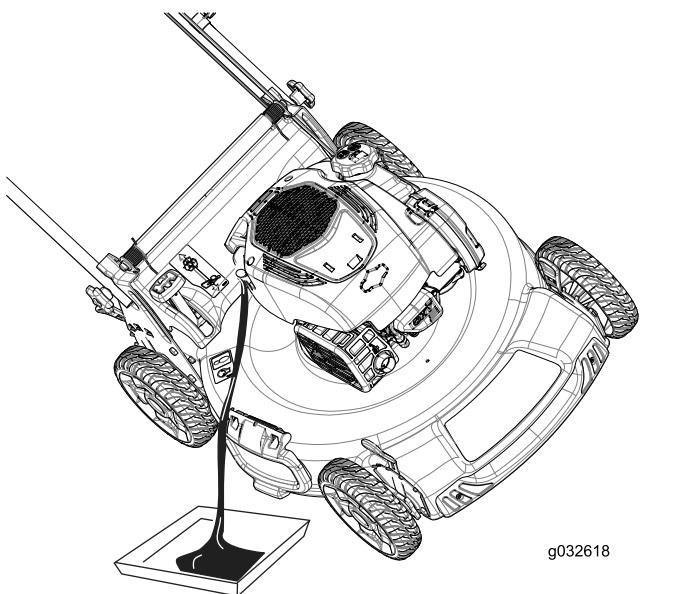

Figure 28
4. Inclinez la machine sur le côté (filtre à air en haut) pour vidanger l'huile usagée par le tube de remplissage (**Figure 28**).